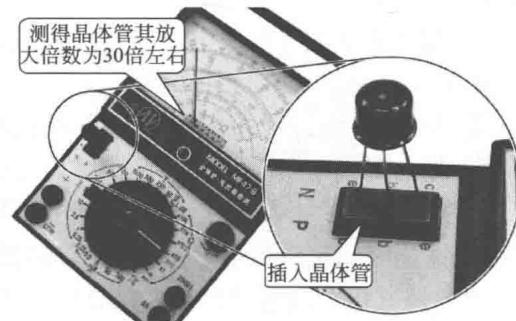

图 1-12 检测晶体管放大倍数
② 测量 根据三极管的类型和引脚的极性将检测三极管插入相应的测量插孔，NPN 型三极管插入标有“N”字样的插孔，PNP 型三极管插入标有“P”字样的插孔，如图 1-12 所示，即可检测出该晶体管的放大倍数为 30 倍左右。